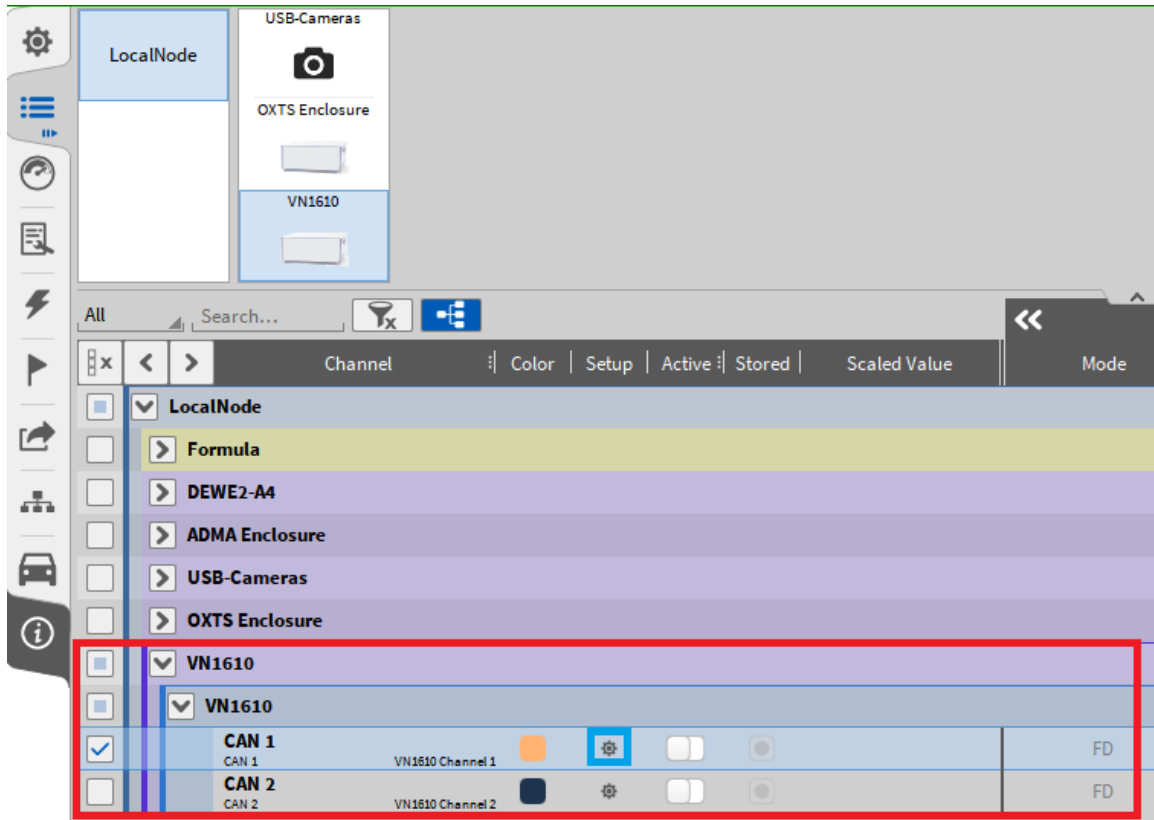
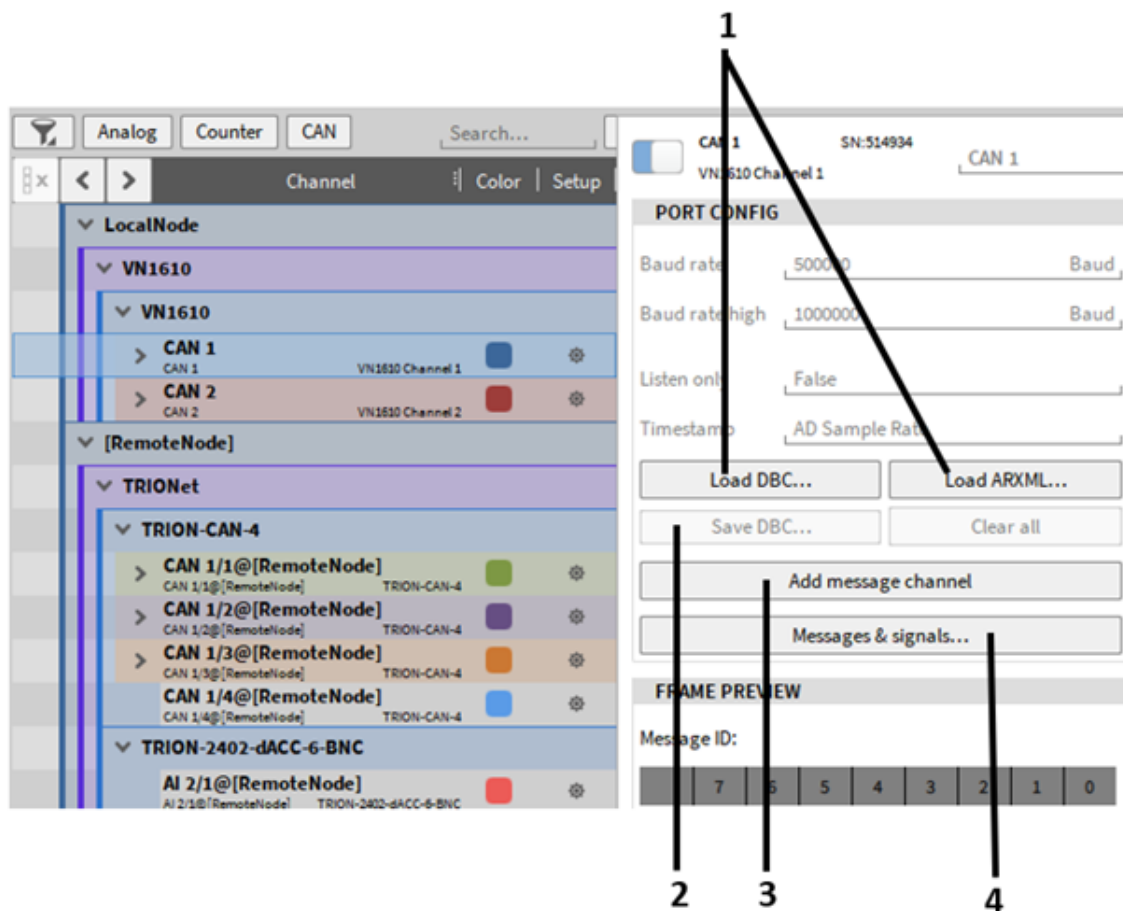

Abb. 4.51: Kanalliste mit der entsprechenden Vector VN-Hardware
Abb. 4.52: CAN-FD Kanaleinstellungen
- Öffnen Sie die OXYGEN Kanalliste. Die Vector Hardware Kanäle werden im Abschnitt *VNxxxx* angezeigt (rot markiert in Abb. 4.51).
- Klicken Sie auf das Zahnrad und öffnen Sie die Kanaleinstellungen (blau markiert in Abb. 4.51). Die Baudrate und weitere Einstellungen können hier geändert und die dbc- oder arxml-Datei hier geladen werden (siehe Abb. 4.52).
- Weitere Kanäle können später einfach durch erneutes Laden des dbc/arxml-Files ausgewählt und hinzugefügt werden. Der *Clear all* Button (siehe Abb. 4.52) löscht die aktuelle Kanalauswahl.